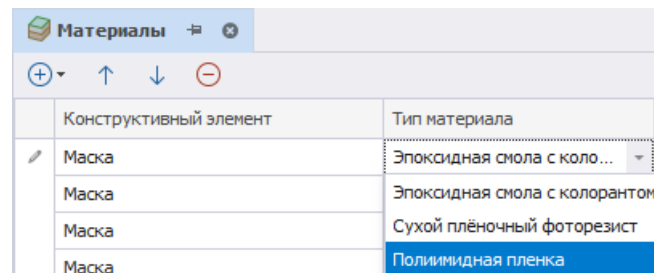

Рис. 78 Выбор материала
3. В поле «Тип материала» из выпадающего списка выберите материал добавленного конструктивного элемента, см. Рис. 78.